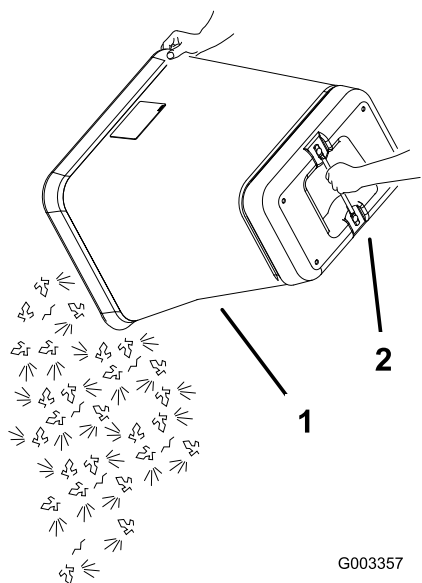

Figura 41
5. Afferrate la maniglia sotto il cesto e ribaltate il cesto per vuotarlo (Figura 41).